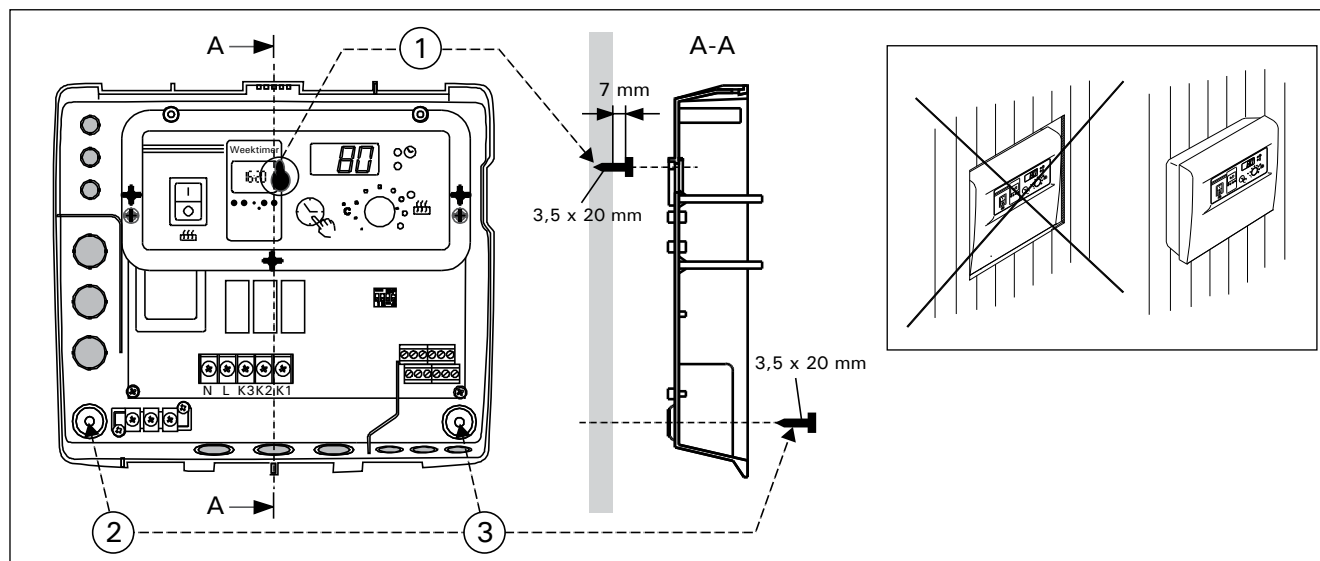

Рисунок 7. Установка блока управления на стене
**ВНИМАНИЕ!** Блок управления нельзя утопливать в стенные конструкции. (Рис. 7)
Перед креплением пульта управления к стене необходимо снять крышку. Крышка снимается сверху путем нажатия язычка, например, отверткой. Отведенные для проводов отверстия в дне или нижней части протыкают для подключения кабеля. (Рис. 7)
В дне блока управления находятся отверстия для трех винтов, с помощью которых блок крепится к стене. При необходимости в деревянной стене проделывают отверстие сверлом 2,5 мм. Если блок крепится к каменной стене, на глубину дюбеля необходимо просверлить отверстие диаметром 6 мм. Дюбель вбивается в стену, после чего крепежный винт (1) ввинчивается отверткой. На поверхности необходимо оставить ок. 7 мм от всей длины винта. Сквозь отверстия протаскивают подводящие кабели. Блок можно оставить подвешенным за верхний винт, убедившись, что шляпка винта вошла в узкую прорезь отверстия в дне. Для двух нижних крепежных винтов (2 и 3) места отмечаются при нахождении блока в вертикальном положении. Крепление происходит как указано выше, с той разницей, что винты приворачиваются ко дну плотно. (Рис. 7)